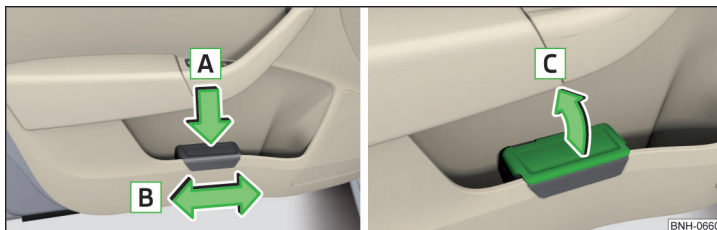

Fig. 82 Recipientul pentru reziduuri: introducerea sau deplasarea/deschiderea
- Împingeți recipientul pentru resturi în partea posterioară în sensul săgeții » fig. 82.
› Scoateți recipientul pentru resturi în sens contrar săgeții **A** » fig. 82.
› Ridicați capacul în sensul săgeții **C** » fig. 82.